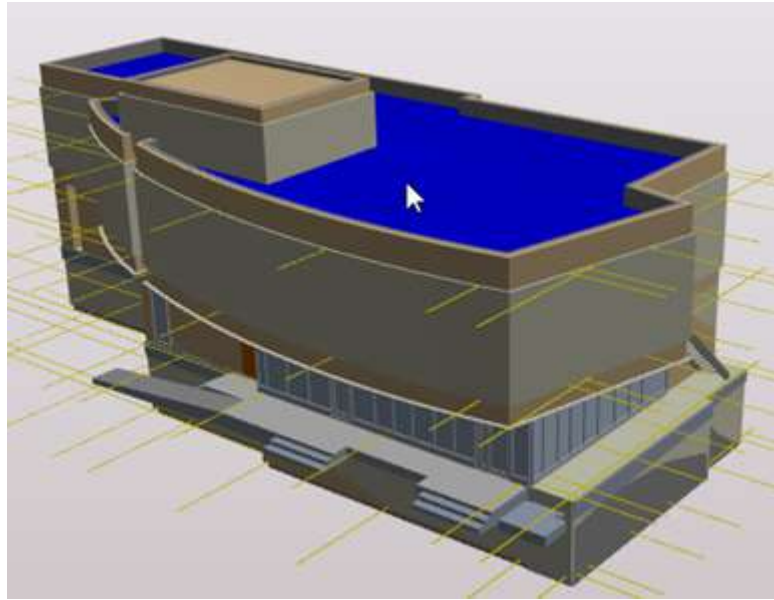

Рис. 213. Выделение элементов
- Выделение элементов - левой кнопкой мыши, при нажатой клавише Ctrl можно выделить последовательно несколько элементов (рис. 213).